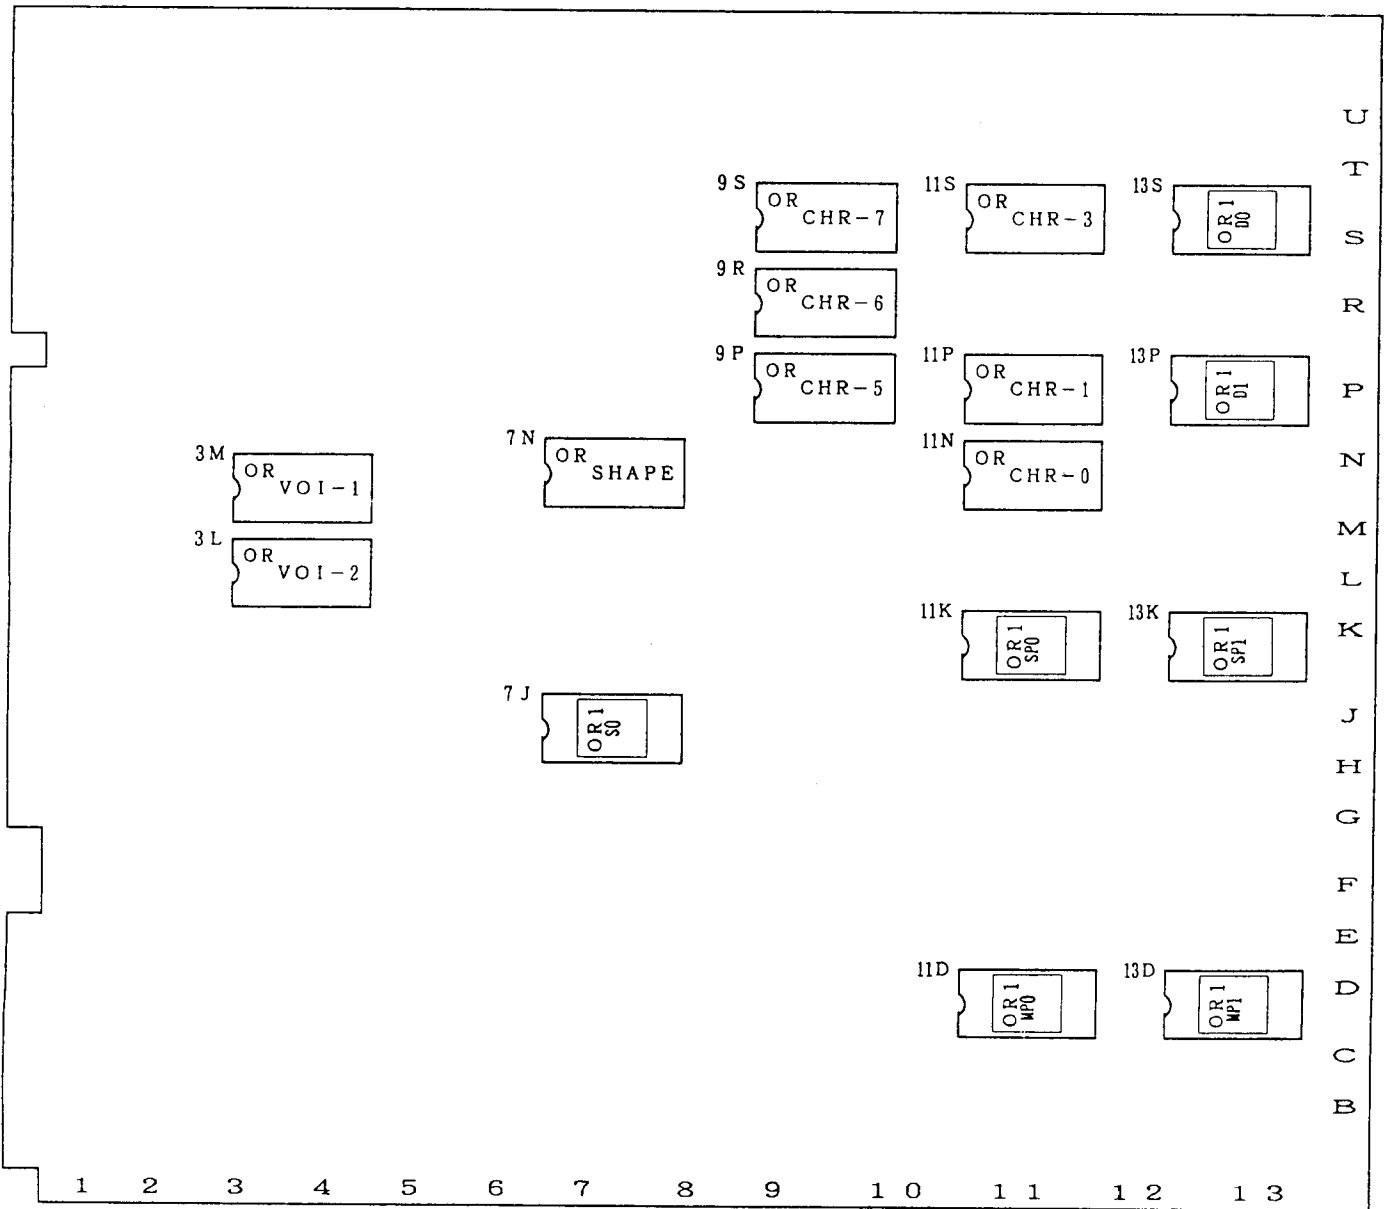

図3 (CPU-PCボード)
- (1) ROMに貼ってあるシール（または印字）と図3を参考にして差し込む場所を決めます。